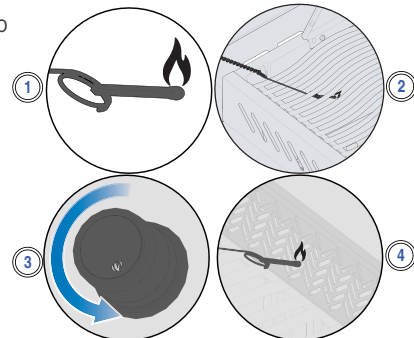

Fig. 4
3. Al mismo tiempo, gire el mando del quemador correspondiente a la posición de fuego alto. (Fig. 4)